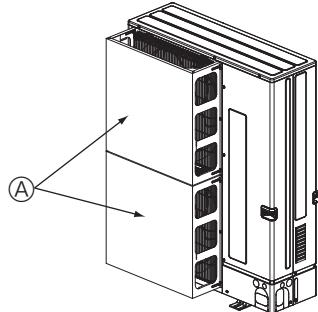

Fig. 2-5
- ② Τοποθετήστε έναν προαιρετικό οδηγό προστασίας από τον αέρα, στην περίπτωση που η μονάδα είναι εγκατεστημένη σε σημείο όπου οι ισχυροί ανέμοι από κάποιον τυφώνα κ.λπ. ενδέχεται να εισέλθουν απευθείας στην έξοδο αέρα. (Fig. 2-5)